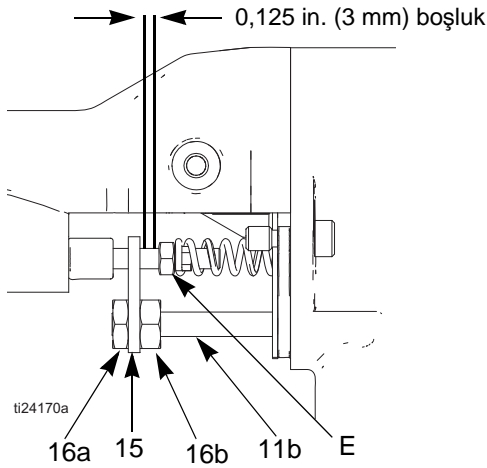

FIG. 33. Aktüatör Kolu Ayarı
2. Hava bařlıęını skn, sayfa 42. Tabanca tabakasını (26) skn.
3. Sıkıřtırma somunu (16) ve aktatr kolu (15) ve ayarlama somununu (16) skn. Bkz. FIGURE 33.
2. Hava başlığını sökün, sayfa 42. Tabanca tabakasını (26) sökün.
3. Sıkıştırma somunu (16), aktüatör kolu (15) ve ayarlama somununu (16) sökün. Bkz. FIGURE 33.
Bkz. FIGURE 33.
3. Ayarlama somunları (16a, 16b) ve aktüatör kolunu (15) sökün. Bkz. FIGURE 33.